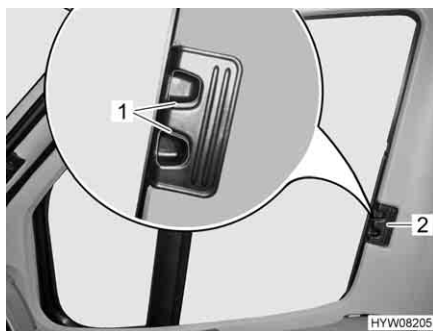

Fig. 77 Estor plegable para la ventana del conductor/acompañante
- Presionar los tiradores de desbloqueo (Fig. 77,1) y mantenerlos presionados.
- Cerrar los estores plegables para la ventana del conductor y la ventana del acompañante tirando en el tirador (Fig. 77,2) hacia el otro lado de la ventana y uniéndolos en las tiras magnéticas.
- Introducir los estores plegables para la ventana del conductor y la ventana del acompañante hasta el tope desplazando el tirador (Fig. 77,2).
- Soltar los tiradores de desbloqueo (Fig. 77,1) y dejar que engatillen.